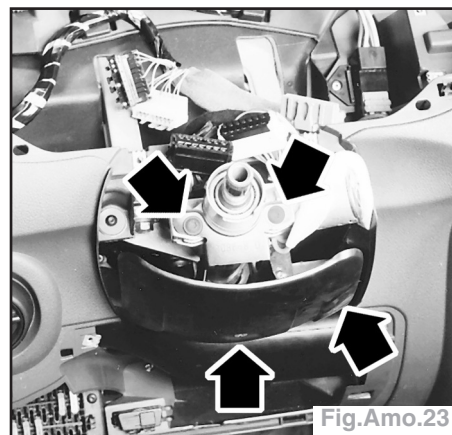

Fig.Amo.23
- les 4 vis de fixation de la tôle de protection de la colonne de direction (Fig.Amo.23),